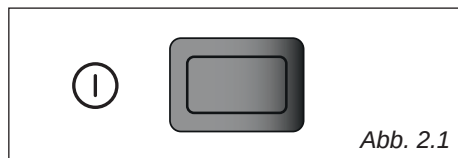

Abb. 2.1
- Schalten Sie die Schublade durch Drücken des Drehknopfes (Abb. 2.1) ein.